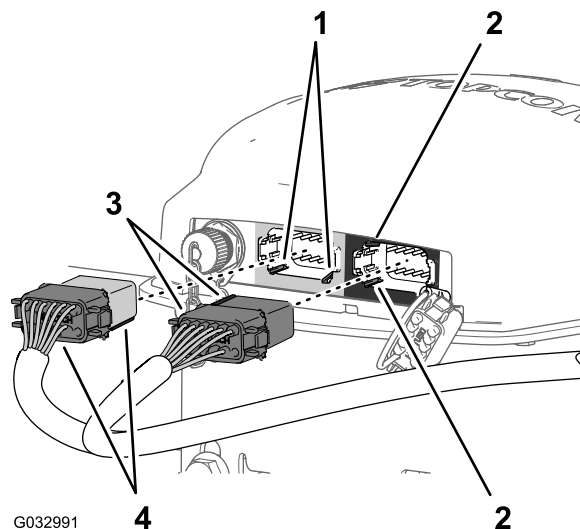

図 135
3. 灰色と黒色の 12 ソケットコネクタの長い方にある2本のキーを、ナビゲーション受信機の左側灰色 12 ピンコネクタの底部の水平面にある2本のスロットに合わせて接続する図 135。
4. データ用ハーネスの灰色と黒色の12 ソケットコネクタを、ナビゲーション受信機の左側灰色 12 ピンコネクタに接続する。カチッと音がしてロックするまで押し込むこと図 135。
5. データ用ハーネスの黒色の 12 ソケットコネクタの短い方にある2本の整列キーを、ナビゲーション受信機の右側黒色 12 ピンコネクタにある2本のスロットに合わせて接続する図 135。
6. データ用ハーネスの灰色と黒色の12 ソケットコネクタを、ナビゲーション受信機の左側灰色 12 ピンコネクタに接続する。カチッと音がしてロックするまで確実に押し込むこと図 135。